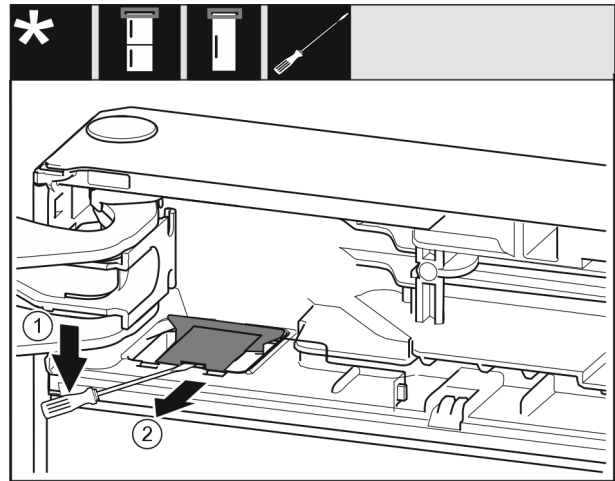

Fig. 11
- ▶ Используя шлицевую отвертку, освободите и поднимите крышку. Fig. 11 (1)
- ▶ Извлеките крышку. Fig. 11 (2)